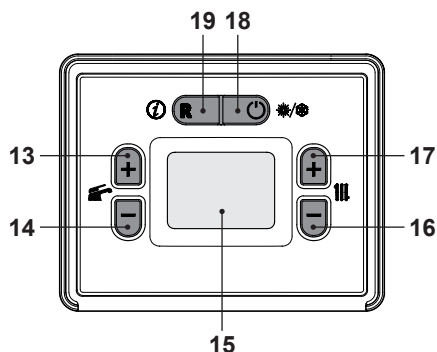

Figura 2.5
- Premere il tasto 18 fino a far apparire sul display il simbolo  Figura 2.5.
La temperatura dell'acqua calda di mandata riscaldamento è regolabile agendo sui tasti 16 (diminuzione) e 17 (aumento) (Figura 2.5) da un minimo di circa 28°C ad un massimo di circa 55°C o da un minimo di circa 50°C ad un massimo 80°C (vedere "Selezione del set temperatura riscaldamento" a pag. 44). Alla prima pressione di uno dei due tasti si ha la visualizzazione del valore di "set", alla seconda pressione si accede alla modifica.
Comunque se la temperatura ambiente non dovesse essere confortevole si può aumentare o diminuire la temperatura di mandata dell'impianto riscaldamento di  $\pm 15^{\circ}\text{C}$  agendo sui tasti 16 (diminuzione) e 17 (aumento) (Figura 2.5).
La temperatura dell'acqua calda sanitaria è regolabile agendo sui tasti 13 (aumento) e 14 (diminuzione) (Figura 2.5) da un minimo di circa  $35^{\circ}\text{C}$  ad un massimo di circa  $60^{\circ}\text{C}$ . Alla prima pressione di uno dei due tasti si ha la visualizzazione del valore di "set", alla seconda pressione si accede alla modifica.